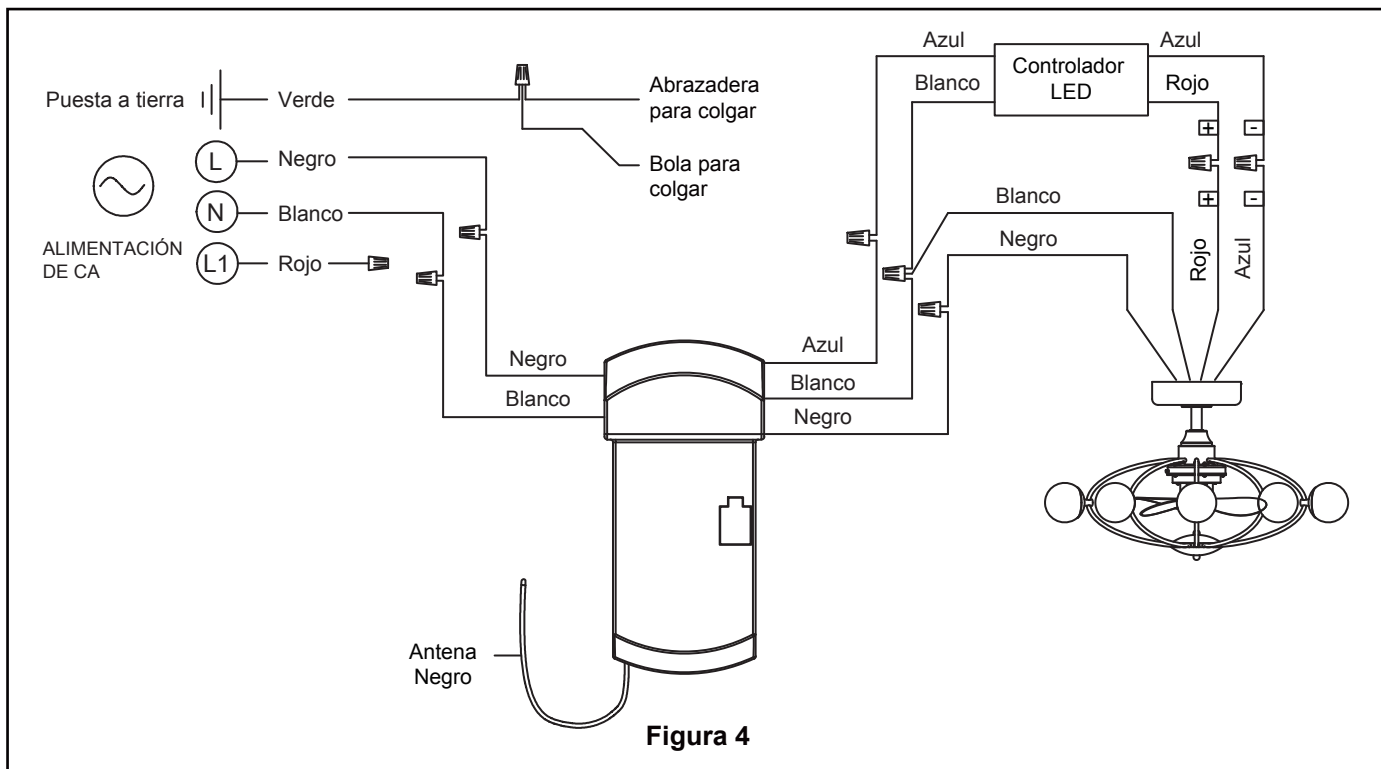

Figura 4
4. Coloque el soporte de la varilla y alinee los orificios de la clavija de horquilla en ambas piezas. Instale la clavija de horquilla y asegúrela con la pinza de horquilla. Fije e instale los dos tornillos de presión y las tuercas de seguridad en el soporte de la varilla interior. (Figura 4)
4. Levante cuidadosamente el ventilador y coloque el ensamblaje de la bola para colgar/varilla en la abrazadera para colgar que acaba de fijar a la caja de salida. Asegúrese de que la ranura de la bola esté alineada con la lengüeta de la abrazadera para colgar. (Figura 4)
5. Fije el cable de seguridad al cable de soporte para techo. Deslice la abrazadera de cables por el cable de seguridad (del ventilador). Pase el extremo del cable a través del aro que forma el cable de soporte para techo. Tire lo más posible del cable a través del aro. Inserte el extremo del cable en el orificio de la abrazadera y ajuste firmemente el tornillo. (Figura 4)
- Conecte el conductor rojo del ventilador marcado " + " al conductor rojo desde la controlador LED marcado " + " con el conector de cables. (Figura 4)
4. Para configurar el código del mando a distancia a las mismas posiciones que en el receptor. Mueva los interruptores de código hasta colocar el código de selección en la posición arriba o abajo. Con un destornillador pequeño o con una lapicera (no se incluye) deslice firmemente hacia arriba o hacia abajo. (Figura 4)